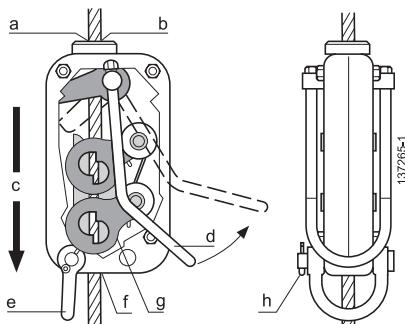

Fig. 1
O aparelho antiqueda Blocstop™ tipo BS (fig. 1) é constituído essencialmente por um sistema de maxilas de auto-aperto (item g, fig. 1) contido num cárter em aço zinkado.
O aparelho é ligado pela sua manilha (item e, fig. 1) a um ponto de ancoragem (item 8, fig. 21) com uma linga.
Enquanto o cabo (item b, fig. 1) se deslocar no aparelho antiqueda na direção de tração indicada pela seta (item c, fig. 1) as maxilas abrem-se automaticamente e deixam deslizar o cabo. Ao contrário, desde que o cabo se desloque no aparelho antiqueda no sentido contrário à direção de tração (item c, fig. 1), as suas maxilas fecham-se imediatamente sobre este e – segundo o princípio do TIRFOR® – o apertam tanto mais quanto mais importante for a carga.
Para permitir a descida controlada da carga, é possível desbloquear o aparelho antiqueda Blocstop™ agindo sobre o estribo (item d, fig. 1) no sentido da seta. Esta manobra só pode ser efetuada se o aparelho antiqueda não estiver com carga. Graças a uma mola de chamada, o estribo de desbloqueio é posicionado contra o aparelho antiqueda (representação em traço forte, fig. 1).
A manilha (com o seu pino de segurança) (item e, fig. 1) é montada no aparelho antiqueda como opção.
Sem manilha (item e, fig. 1).	Com uma manilha (item e, fig. 1).
Estribo de desbloqueio (item d fig. 1).	Com um punho (item 1, fig. 10) no lugar do estribo (item d, fig. 1) para os modelos 15.301, 20.301, 35.30 unicamente.
- o estribo (item d, fig. 1) pivota livremente em torno do seu eixo de rotação,
- os orifícios (item a e item f, fig. 1) não estão sujos ou obstruídos.
NOTA: O aparelho antqueda é entregue com uma manilha (item e, fig. 1) em opção. Qualquer outra manilha com as seguintes características pode ser utilizada:
- BS15 e BS20: manilha (abertura A mín.= 38 mm, fig. 26, equipada com um eixo Ø12 e um pino item h, fig. 1) de carga máxima de utilização 1,6 t.
- BS35: manilha (abertura A mín. = 55 mm, fig. 33, equipada com um eixo Ø 22 e um pino item h, fig. 1) de carga máxima de utilização 3,2 t.
- introduzir o cabo de elevação (item 4, fig. 21) pelo orifício (item a, fig. 1) do aparelho antiqueda e fazê-lo sair pelo orifício (item f, fig. 1),
- passar o cabo de elevação através de um tubo espaçador (item 9, fig. 21). Esta peça posicionada entre o TIRFOR®, e o aparelho antiqueda serve de batente para o aparelho antiqueda quando o cabo se desloca no aparelho na direção de tração (item c, fig. 1),
IMPORTANT: o comprimento do tubo espaçador (item 9, fig. 1) deve ser suficientemente grande para não dificultar o movimento do estribo de desbloqueio do aparelho antiqueda (item d, fig. 1).
IMPORTANTE: para descer ou soltar a carga, o aparelho antiqueda deve ser desbloqueado manualmente levantando o estribo (item d, fig. 1) e mantendo-o levantado durante toda a operação de descida (fig. 23). Em caso de falha do guincho ou de rutura do cabo de elevação ou de tração, basta soltar o estribo, o bloqueio do aparelho antíquedada é imediato. Em caso de perigo, o facto de soltar o estribo é uma reação quase instintiva de proteção da pessoa.